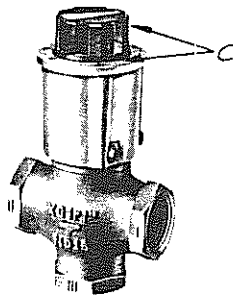

FIG. 2
a) Manuelle - Handbedient (régulation C - regulatie C - fig. 2) :